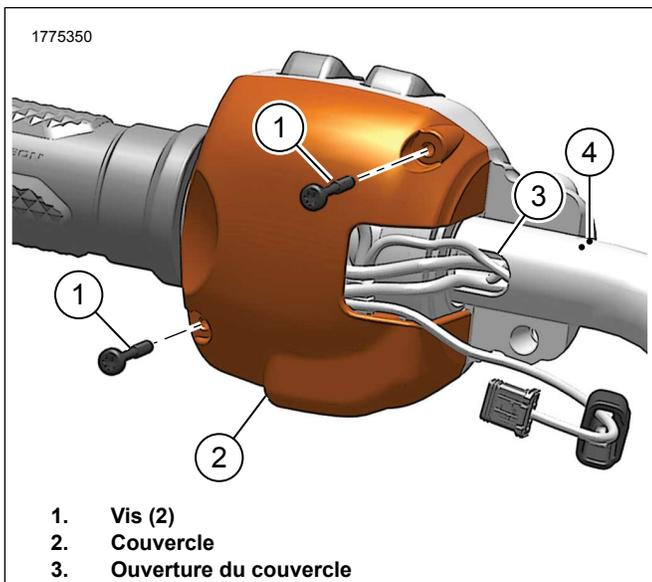
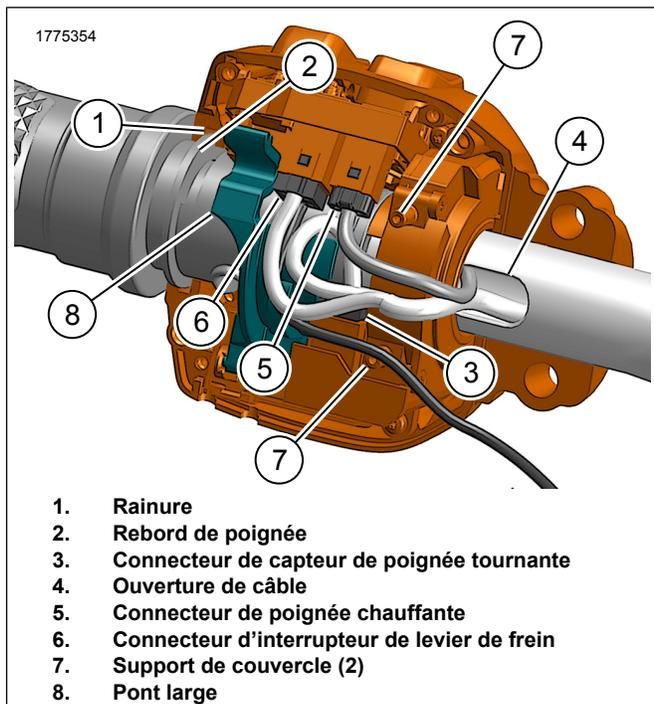
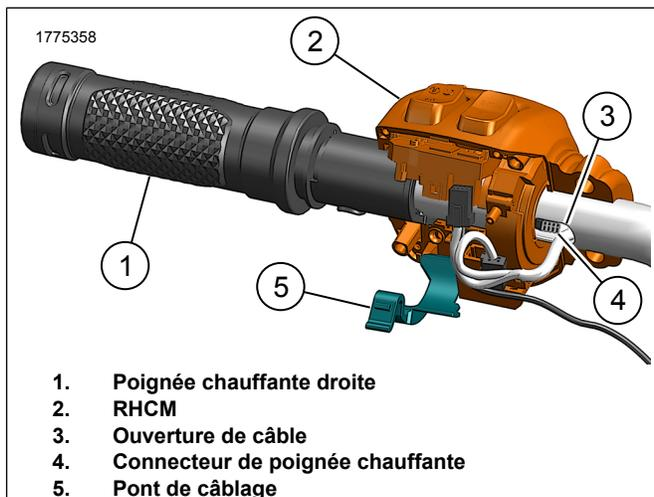

Figure 9. Couvercle du RHCM
Figure 10. Connexions du RHCM
Figure 11. Retrait/installation de la poignée droite
2. Figure 9 Déposer le couvercle de RHCM .
- a. Déposer les vis (1).
- b. Déposer le couvercle (2).
3. Figure 10 Débrancher les connecteurs.
- a. Débrancher le connecteur de l'interrupteur du levier de frein (6).
- b. Débrancher le connecteur chauffant de la poignée (5).
- c. Débrancher le connecteur du capteur de poignée tournante (3).
4. Figure 11 Retirer la poignée chauffante droite.
- a. Ouvrir le pont de câblage (5).
- b. Retirer la poignée (1) tout en passant le connecteur de la poignée (4) par l'ouverture du câble (3).
- c. Retirer la poignée (1).
5. Déposer le RHCM (2).
1. Figure 11 Installer la poignée chauffante droite.
- a. Passer le câble de la poignée à travers le guidon tout en guidant la poignée droite (1).
- b. Sortir le connecteur de la poignée (4) par l'ouverture du câble (3).
- c. Figure 10 Installer la lèvres (2) de la poignée dans la rainure (1) sur le RHCM .
- d. Fermer le pont de câblage (8).
2. Installer le RHCM (2) sur le guidon.
3. Figure 10 Brancher les connecteurs.
- a. Brancher le connecteur de capteur de poignée tournante (3).
- b. Brancher le connecteur de l'interrupteur de levier de frein (6).
- c. Brancher le connecteur de poignée chauffante (5).
- a. Figure 10 Vérifier que les câbles se trouvent entre les supports du couvercle (7).
- b. Figure 9 Guider les câbles à travers l'ouverture du couvercle (3).
- c. Poser le couvercle (2).
- d. Poser les vis (1). Serrer.
Cette arête doit être pré-assemblée dans la rainure de RHCM à ce stade lorsqu'elle est glissée sur le guidon, comme indiqué dans Figure 10.